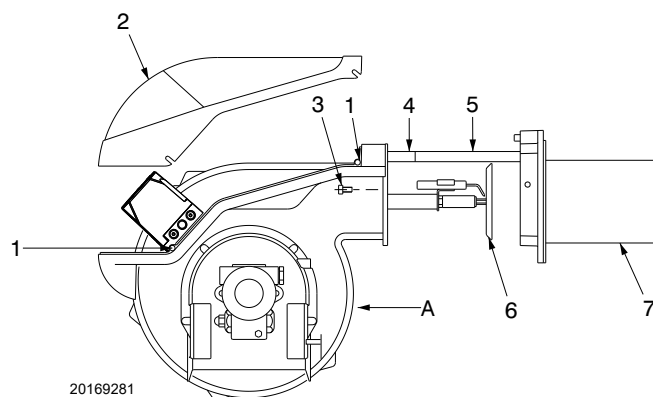

Рис. 39
- сдвиньте назад часть А, удерживая ее слегка приподнятой, чтобы не повредить шайбу 6) трубы 7)(Рис. 39).